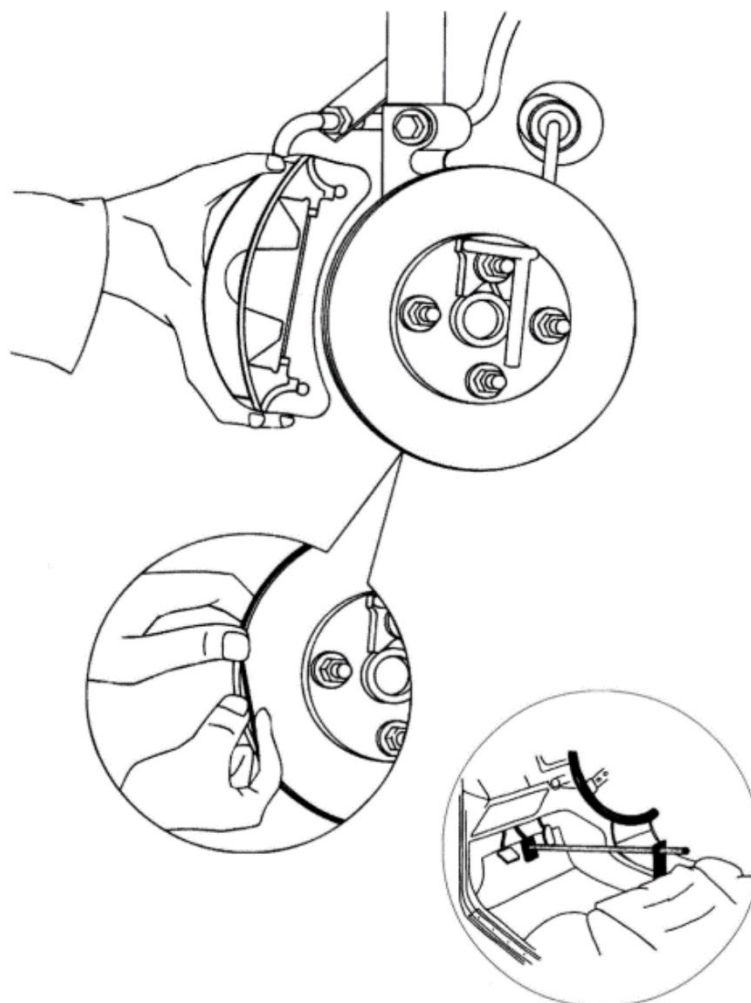

Рисунок 33
7.9.6 Удалите резиновый успокоитель из тормозного диска (рис. 33).
7.9.16 Установите приспособление для зажима педали тормоза, чтобы заблокировать диск (рис. 33).